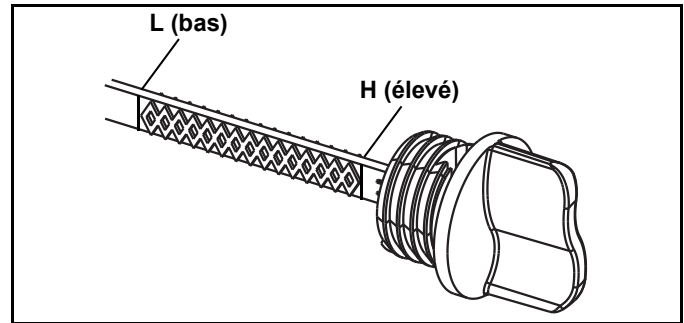

Figure 3-8. Bouchon de remplissage d'huile
6. Voir la Figure 3-8. Retirez le bouchon de remplissage d'huile vérifiez que le niveau d'huile atteint la marque H (élevé).